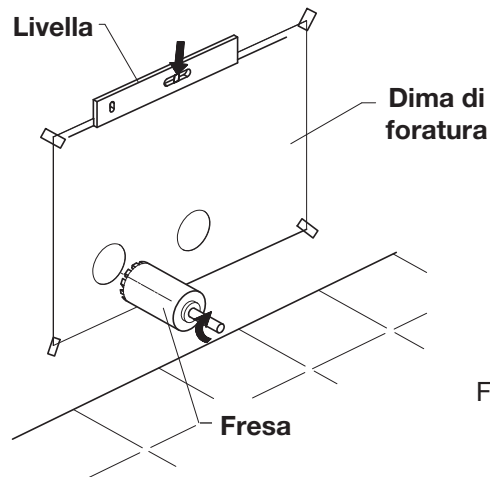

Fig. 1
- Applicare sul muro la dima di foratura e fissarla in bolla. (Fig. 1)